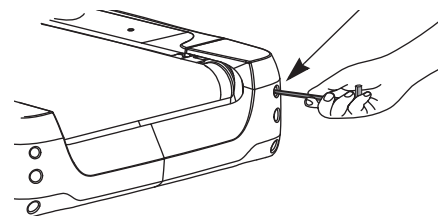

Figure 1
1. Situez le boulon de réglage dans l'embout droit, au niveau de l'angle arrière du tapis de course (Figure 1).